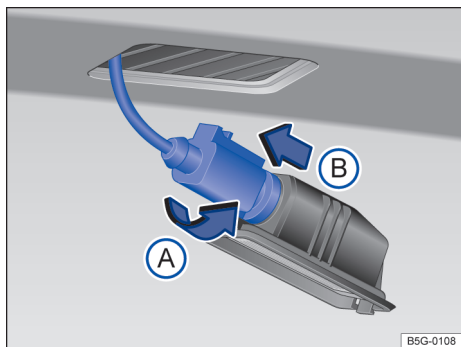

Fig. 138 Lanterna da placa de licença: desinstalar o suporte da lâmpada.
3. Girar o soquete da lâmpada no **sentido anti-horário** → Fig. 138 (A) e retirar o suporte junto com a lâmpada (B).